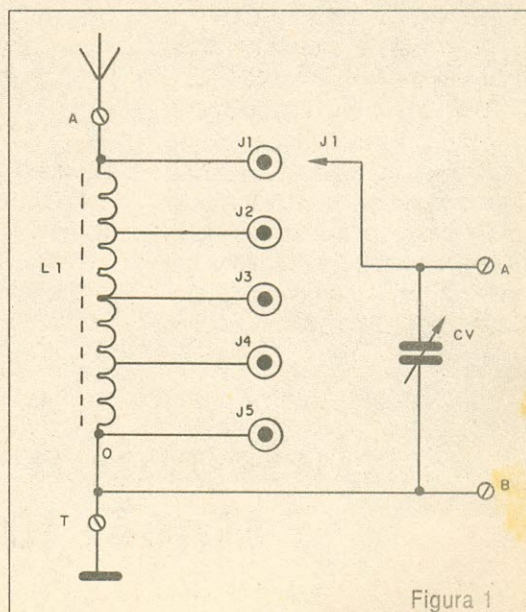

Figura 1
- Na figura 1 temos o diagrama completo do sintonizador de antena.